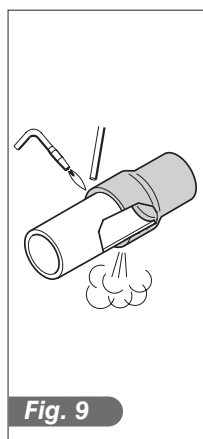

Fig. 9
- 3) Soldaduras herméticas. (Fig.9)